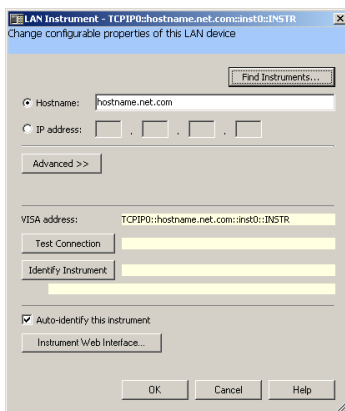

図 6 LAN Instrument設定ダイアログ・ボックス
- 2 LANインタフェースが選択された状態で、OKをクリックします。図6に示すように、LAN instrument設定ダイアログ・ボックスが表示されます。